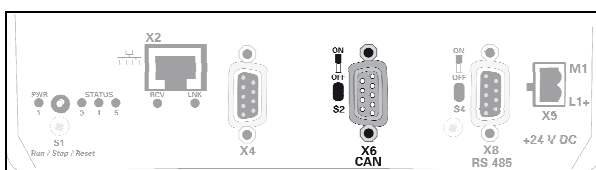

Abb. 644: CAN-Schnittstelle
*Am Anfang und am Ende einer CAN-Bus-Topologie muss sich ein Abschlusswiderstand befinden. Daher: Befindet sich das Gerät am Anfang oder Ende der CAN-Bus-Topologie, dann muss mit dem Schalter (Abb. 644/6) der Abschlusswiderstand für den CAN-Bus aktiviert werden.*